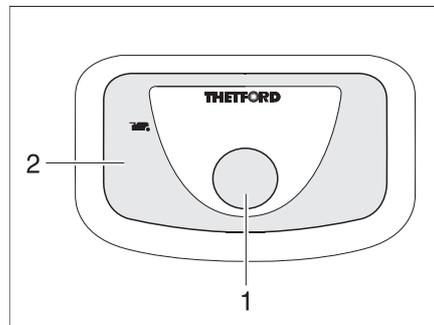

Bild 166 Spülknopf/Kontroll-Leuchte Thetford-Toilette
- Zum Spülen den blauen Spülknopf (Bild 166,1) drücken.
Die Kontroll-Leuchte (Bild 166,2) leuchtet, wenn die Thetford-Kassette entleert werden muss.